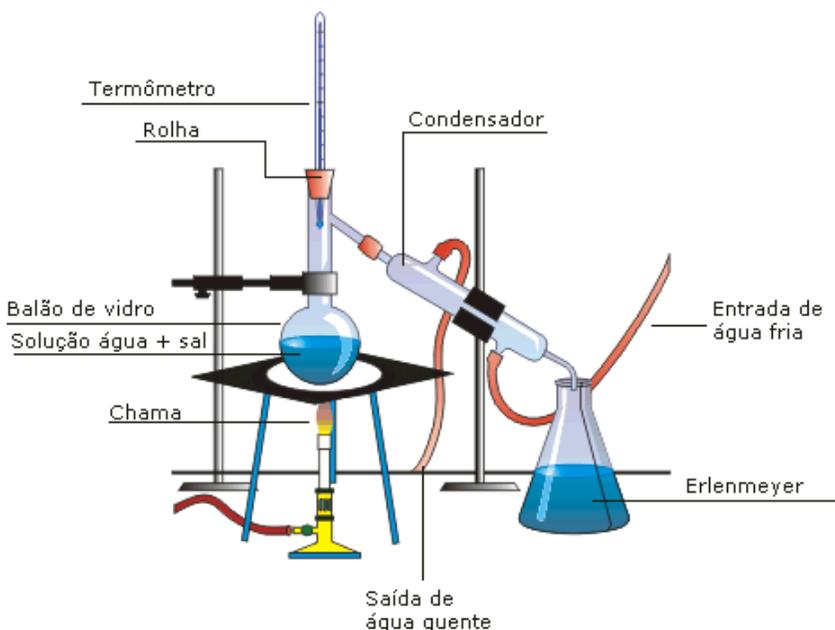

Figura 1 Esquema de um processo de destilação simples.
4. Monte um sistema de destilação simples como mostrado na **Figura 1**.